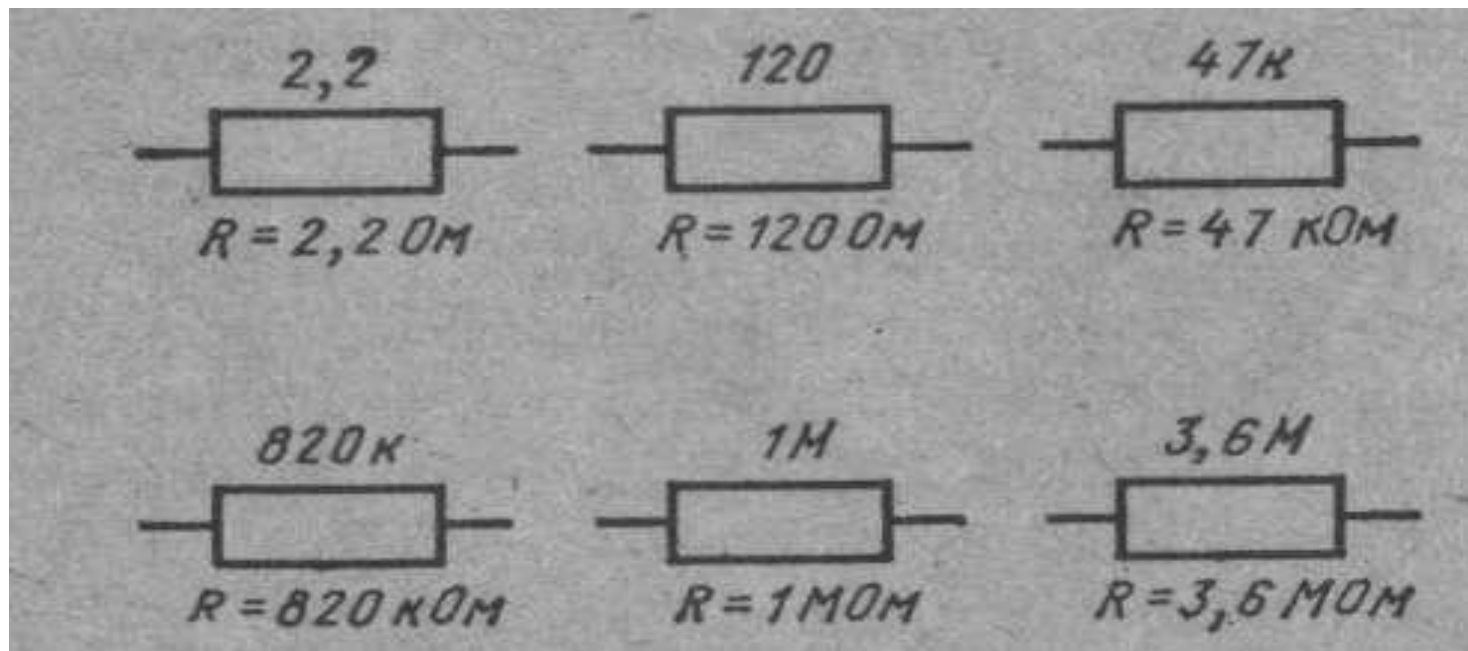

Рис. 4. Обозначение сопротивления для резисторов на схемах.
- На принципиальной схеме **номинальное сопротивление резистора** указывают рядом с условным обозначением (рис. 4). Согласно ГОСТ 2.702—75 сопротивления от 0 до 999 Ом указывают числом без единицы измерения (2,2; 33, 120...), от 1 до 999 кОм — числом с бумвой к (47 к, 220 к, 910к и т. д.), свыше 1 мегаома — числом с буквой М (1 М, 3,6М и т. д.).